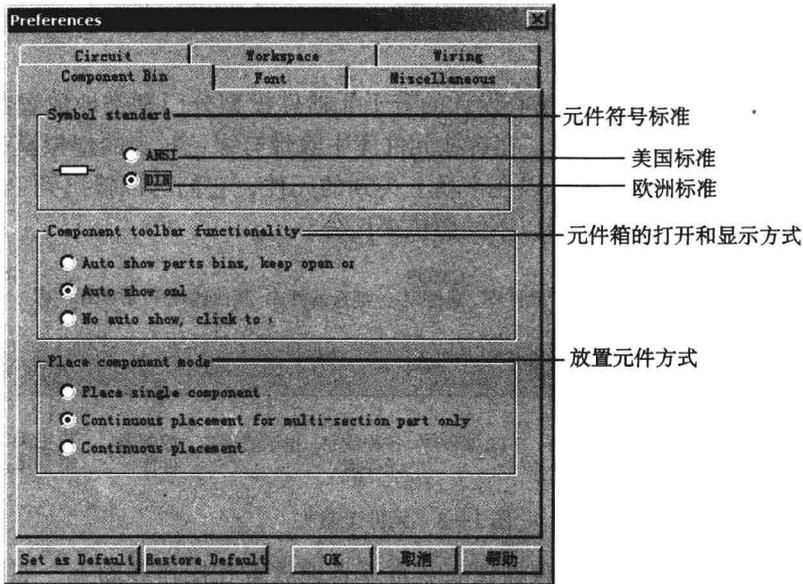

图 1—5 Component Bin 标签设置
3) 放置元件方式也有 3 种, 从上到下依次是: 选取一次元件只能放置一次; 连续放置复合封装元件, 按 ESC 键或点击右键才结束; 不管是单个封装还是复合封装均连续放置元件。参数设置如图 1—5 所示。
(2) Workspace 标签 如图 1—6 所示, 其中有 3 个区: